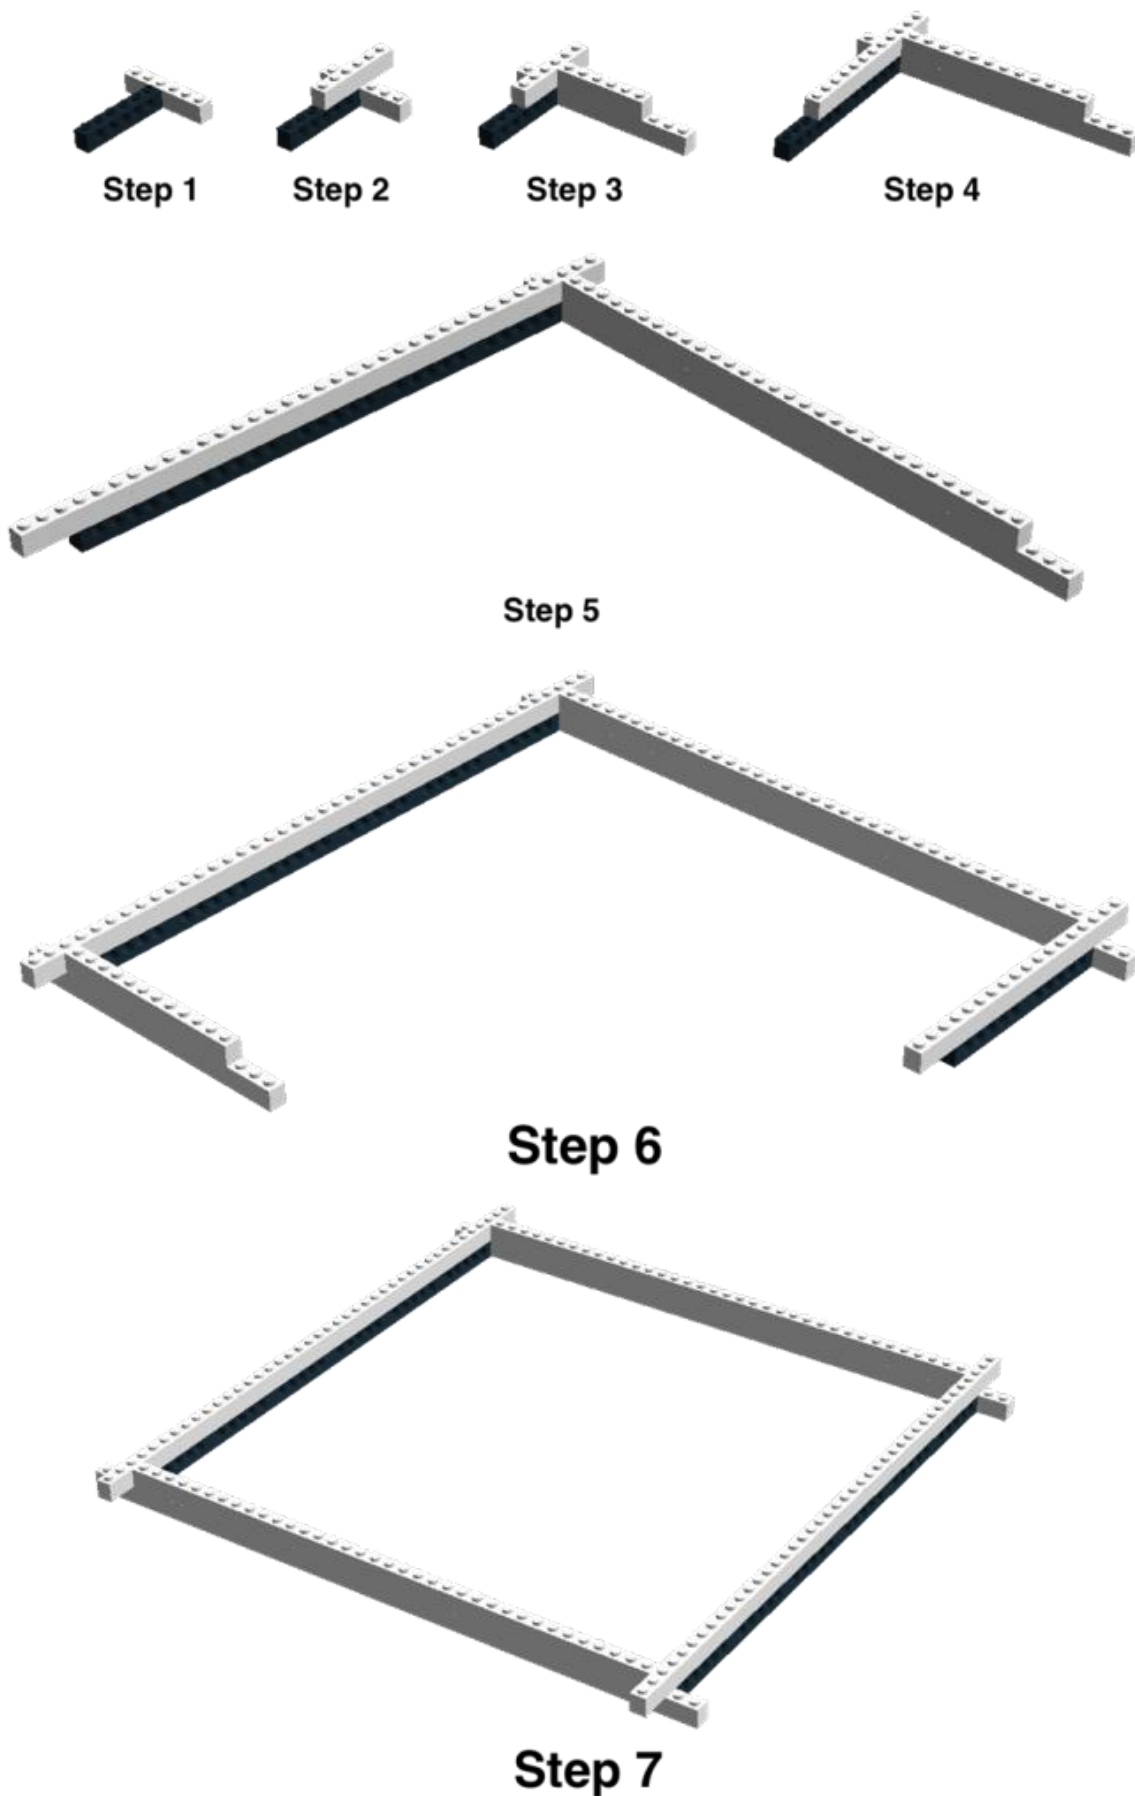

Рис. 19. Сборка солнечной батареи
6.4 В соревнованиях используется 4 стены (Рис. 19):